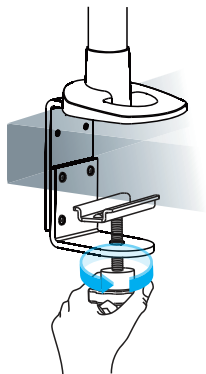

Abbildung 3
5. Verwenden Sie den **Drehknopf**, um die **Tischklemme festzuziehen** und am **Tisch** befestigen. (Abbildung 3)